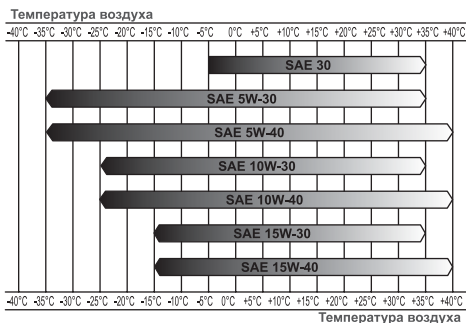

Рис. 17 Определение вязкости масла
*Нельзя применять масло для двухтактных двигателей. Рекомендуется применять моторное масло для четырехтактного бензинового двигателя категории SJ и выше по системе классификации API. Вязкость масла по классификации SAE выбирается в зависимости от температуры окружающего воздуха, при которой будет работать двигатель. При выборе вязкости масла пользуйтесь таблицей, показанной на Рис. 17.*